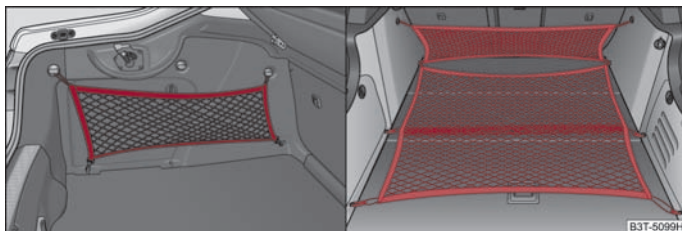
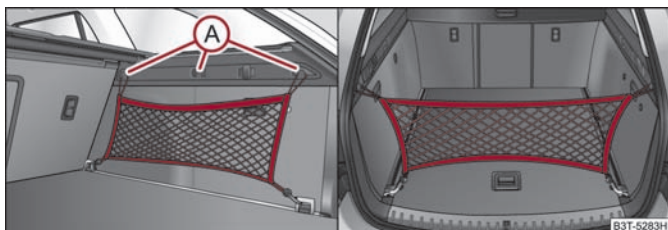

Abb. 80 Befestigungsnetz: Längstasche, Bodenbefestigungsnetz und Quertasche
Abb. 81 Befestigungsnetze (Combi)
Befestigungsbeispiele für Befestigungsnetz als Längstasche links ⇒ Abb. 80 und ⇒ Abb. 81, Bodenbefestigungsnetz rechts ⇒ Abb. 80 und Quertasche rechts ⇒ Abb. 80 und ⇒ Abb. 81.
Die Haken (A) ⇒ Abb. 81, auf beiden Seiten des Gepäckraums, sind nur zur Befestigung des Befestigungsnetzes bestimmt.